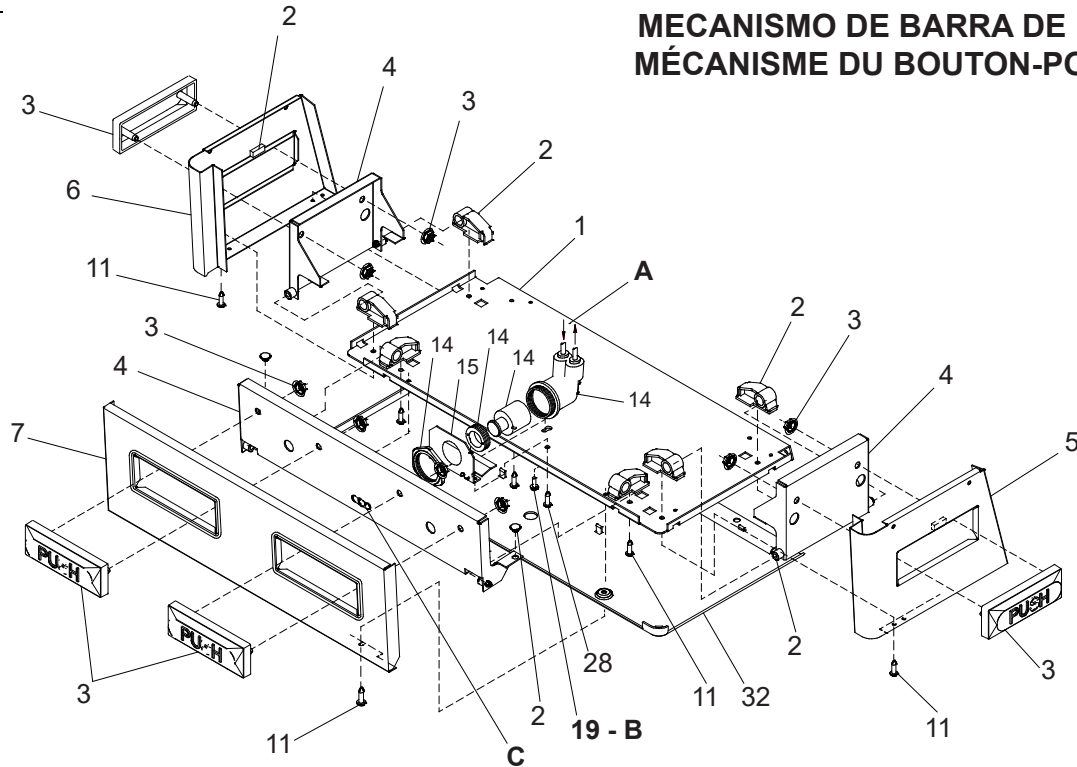

FIG. 5
See Fig. 5 for Push Bar Mechanism
Vea la Fig. 5 para el Mechanismo de la Barra de Empuje
Voir Fig. 5 pour le Mechanisme de Barre-poussoir
- 8) Stream height is factory set at 35 PSI. If supply pressure varies greatly from this, adjust screw, accessible by removing front push panel (Item 7, Fig. 5). CW adjustment will raise stream and CCW adjustment will lower stream. For best adjustment, stream should hit basin approximately 6-1/2" (165mm) from bubbler.
- 9) Replace the front panel and secure by retightening four (4) screws.
- 8) Le niveau d'écoulement est réglé en usine à 35 PSI. Si la pression varie beaucoup de ce point, ajustez la vis que l'on peut atteindre en retirant le panneau avant (article 7, fig.5). Si vous ajustez dans le sens des aiguilles d'une montre, le jet augmentera et dans le sens contraire, le jet diminuera. Le meilleur ajustement est lorsque le jet frappe le bassin à environ 6-1/2" (165mm) du barboteur.
- 9) Remplacez le panneau avant et fixez le en place en resserrant les quatre (4) vis.